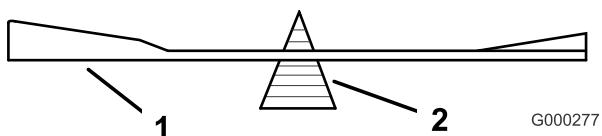

Figura 77
2. Verifique el equilibrio de la cuchilla colocándola sobre un equilibrador de cuchillas (Figura 77). Si la cuchilla se mantiene horizontal, está equilibrada y puede utilizarse. Si la cuchilla no está equilibrada, rebaje algo el metal en la parte de la vela solamente (Figura 78). Repita este procedimiento hasta que la cuchilla esté equilibrada.